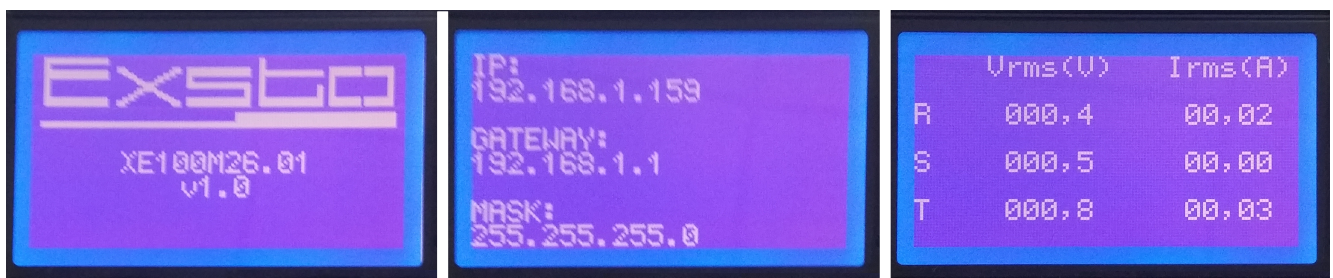

Figura 4.14: Telas de inicialização do hardware
- Durante a inicialização, no display do módulo será apresentada um tela de entrada, em seguida os dados configurados para comunicação Ethernet e lo após, a tela de captura de dados de tensão e corrente RMS, conforme ilustrado na figura 4.14.